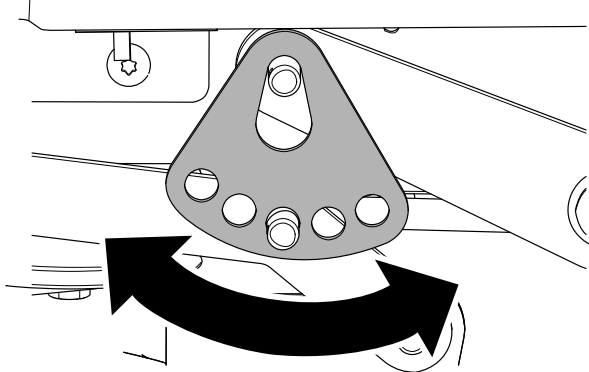

**Figura 73**
6. Retire la chaveta y la arandela del pasador del brazo de elevación inferior (Figura 73).